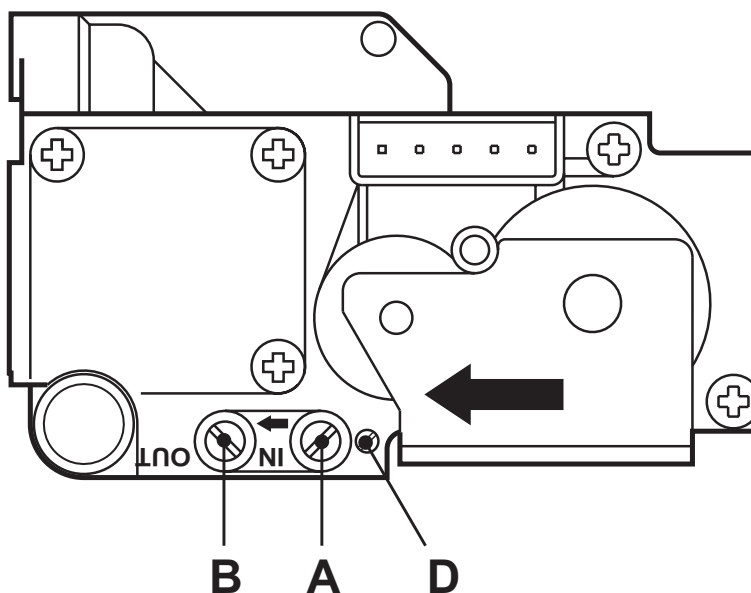

рис. 15 - Газовый клапан
- Подключите надлежащий манометр к контрольной точке "В" рис. 15, расположенной после газового клапана
- Отрегулируйте минимальное давление с помощью регулировочного винта "D" рис. 15, поворачивая его по часовой стрелке для уменьшения и против часовой стрелки для увеличения.